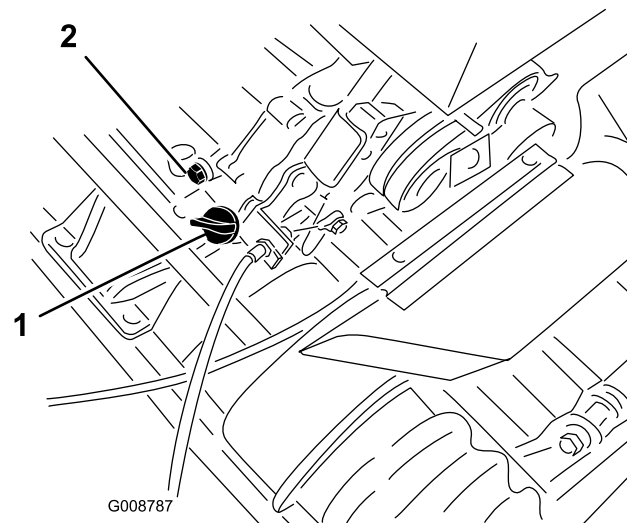

Bild 23
1. Stellen Sie den Rasenmäher so, dass der Motor eben steht und reinigen Sie dann den Bereich um den Ölpeilstab (Bild 23).
2. Stellen Sie eine Auffangwanne hinten an der Maschine unter die Ablassschraube (Bild 23).